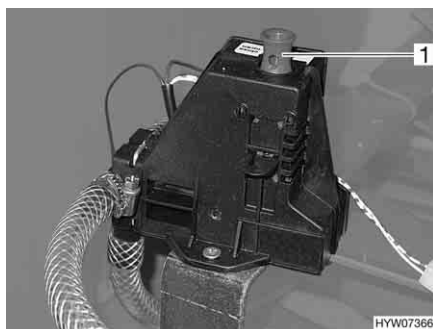

Fig. 171 Valvola di sicurezza/di scarico del boiler
Il boiler è dotato di una valvola di sicurezza/di scarico (Fig. 171). La valvola di sicurezza/di scarico impedisce che l'acqua congeli nel boiler in presenza di basse temperature esterne, quando il riscaldamento dell'autocaravan non è acceso.
- Chiudere la valvola di sicurezza/di scarico. A tal fine tirare verso l'alto la presa dell'interruttore a scatto (Fig. 171,1).
- Aprire la valvola di sicurezza/di scarico. A tal fine premere verso il basso l'interruttore a scatto (Fig. 171,1). Il boiler viene svuotato verso l'esterno tramite la valvola di sicurezza/di scarico.